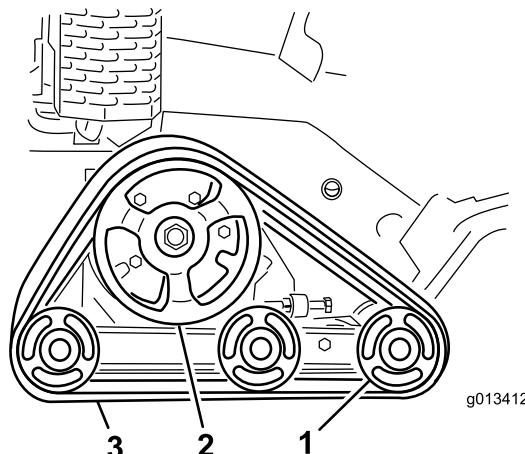

Figure 41
**Important:** Nettoyez soigneusement les galets de roulement et la roue d'entraînement (Figure 41). Les galets de roulement doivent tourner librement lorsqu'ils sont propres.